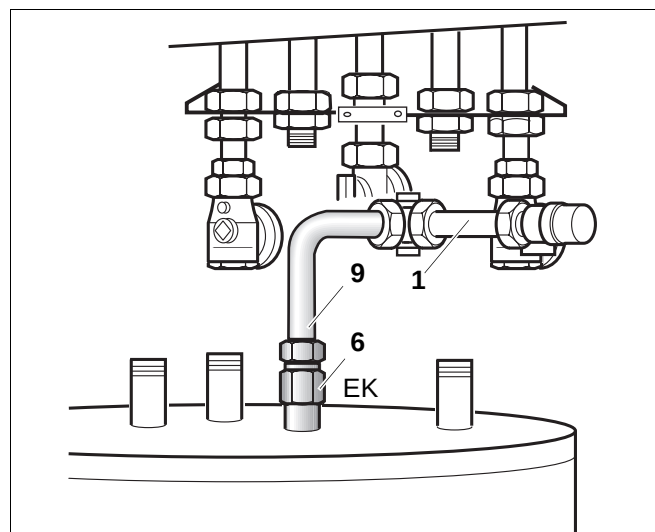

Abb. 36 Kaltwasser-Anschlussrohr
- Verlängerung G $\frac{3}{4}$ (Abb. 36, Pos. 6) am Speicheranschluss (EK) mit Hanf eindichten.
- Kurzen vorgebogenen Well Schlauch (Abb. 36, Pos. 9) mit Dichtung (Abb. 1, Pos. 2) an die Sicherheitsgruppe (Abb. 36, Pos. 1) und der Verlängerung (Abb. 36, Pos. 6) am Speicher (EK) verbinden.